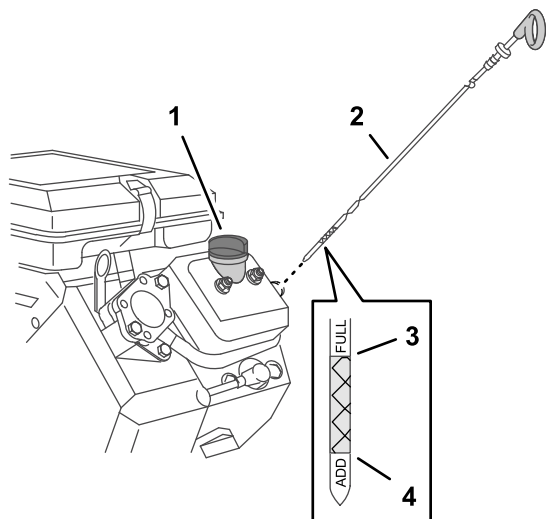

Figure 70
4. Insérez la jauge dans le moteur (Figure 70).
5. Sortez la jauge du goulot de remplissage et vérifiez le niveau d'huile qu'elle indique (Figure 70).
**Remarque:** Le niveau d'huile moteur doit recouvrir la zone hachurée sur la jauge (Figure 70).